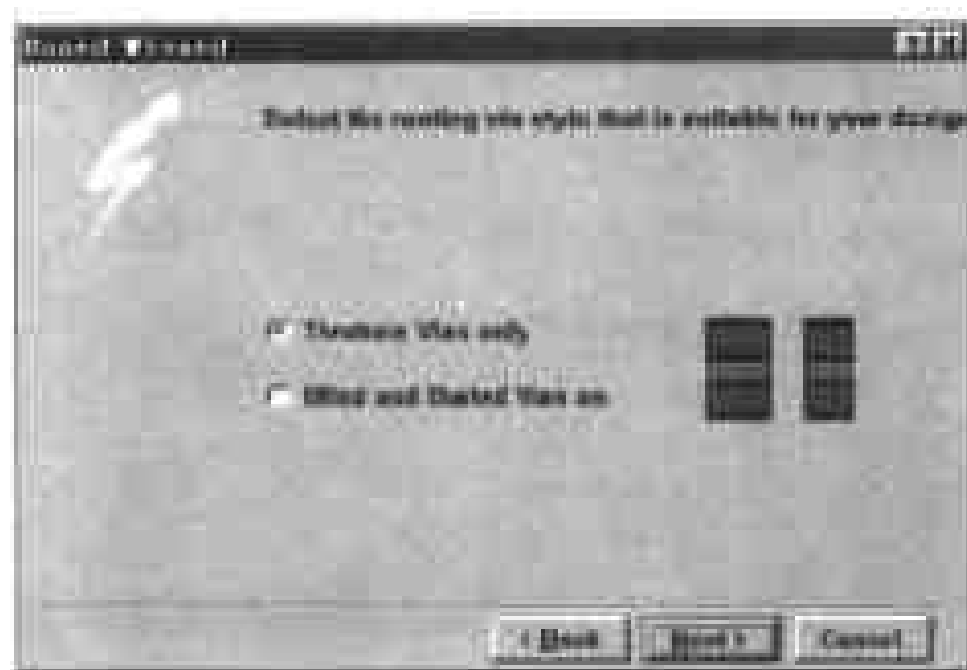

图 8-11 指定过孔形式的对话框
(12) 除了设置布线板层外, 用户还可以在中间加几层电源板层。在对话框右下角还有 3 个单选钮, 分别是 Two(加两层电源板层)、Four(加四层电源板层)和 None(不加电源板层), 在本例中选择 None 单选钮, 不加电源板层。设置好对话框中的选项后, 单击 Next 命令按钮, 打开下一个对话框, 如图 8-11 所示。